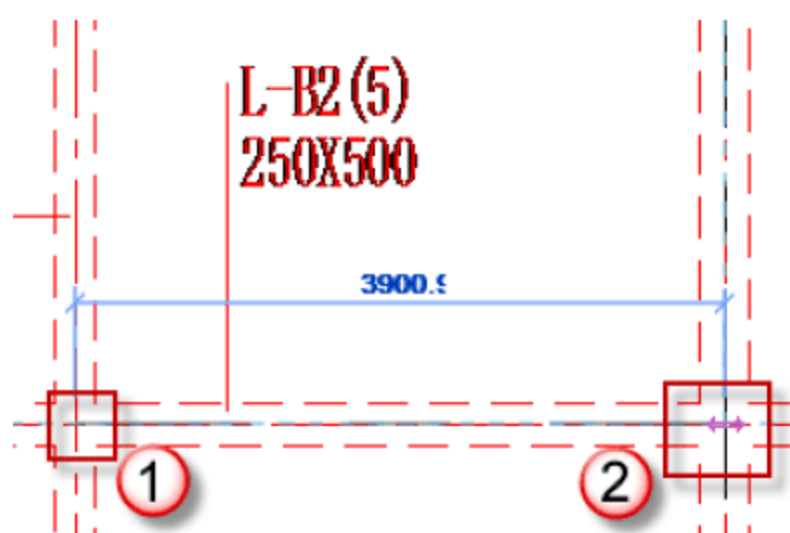

图 4.2.68 绘制 L-B2
(18) 绘制矩形框架梁 L-B2, 按快捷键 B+M, 放置平面为“标高 2”平面视图, 先单击起始柱的中心为起点, 后单击终止柱的中心为终点, 如图 4.2.68 所示。